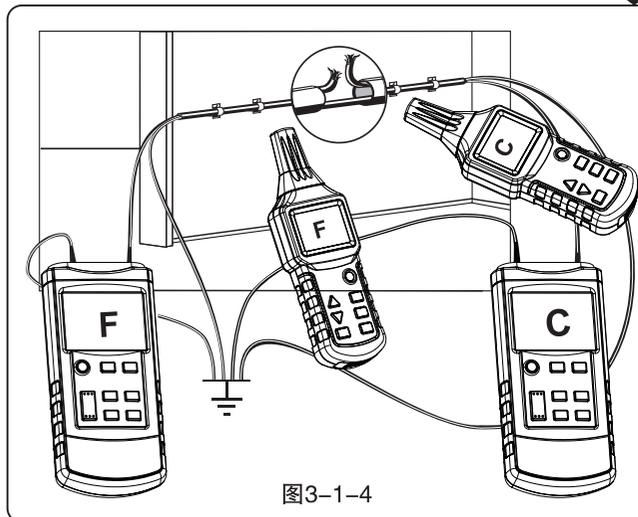

图3-1-4
- 所有没有使用的线路均必须按照图3-1-4所示和一辅助地线相接；
- 发射机如图3-1-4所示和一芯线及一辅助地线相连；
若发射机如图3-1-4所示连接，则在线路中断的左边，接收机将显示F编码。如果接收机越过中断部位到右边，那么接收机上将显示C编码。如果正好是在中断部分，则由于发射机信号的重叠，没有任何传输编码得到显示。